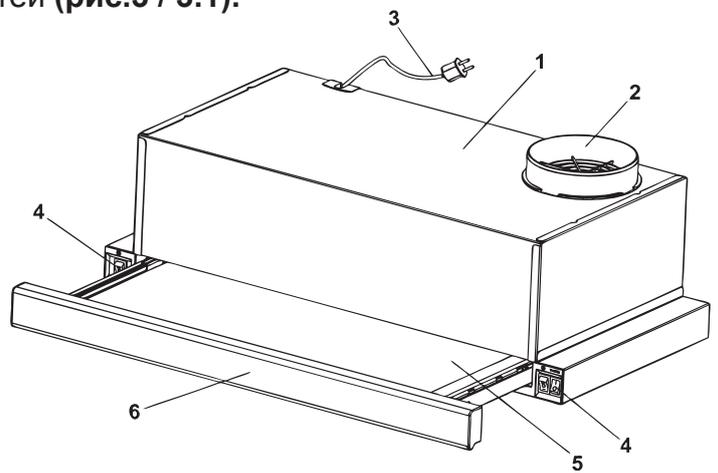

Рис.3
**ВНИМАНИЕ!** Дополнительно изделие изготавливается со следующими декоративными элементами (рис.3):
### 5.3 Вытяжка состоит из следующих составных частей (рис.3 / 3.1).